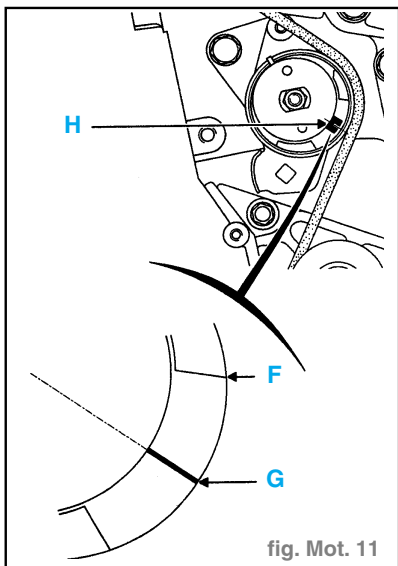

fig. Mot. 11
- Mise ne tension de la courroie de distribution en amenant le cadran (H) du galet tendeur sur la butée (F) sans forcer, à l'aide de la vis (E) ; serrer l'écrou du tendeur. (fig. Mot. 11)